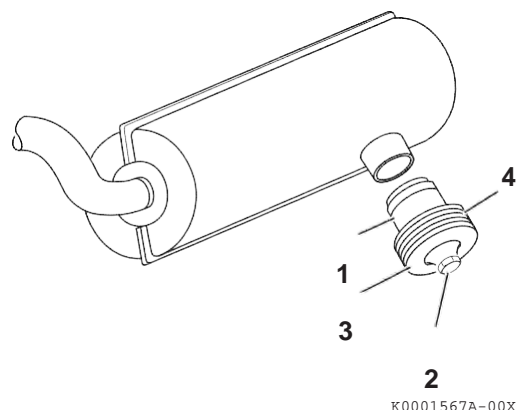

Figura 2
Pulire la griglia parascintille (**Figura 2, (1)**) come segue:
1. Rimuovere il cappuccio del dado di bloccaggio (**Figura 2, (2)**), (**Figura 2, (3)**) e dischi diffusore (**Figura 2, (4)**) dalla griglia parascintille.
3. Installare i dischi diffusore (**Figura 2, (4)**) e il cappuccio terminale (**Figura 2, (3)**) sulla griglia parascintille (**Figura 2, (1)**) e assicurare con il controdado (**Figura 2, (2)**).